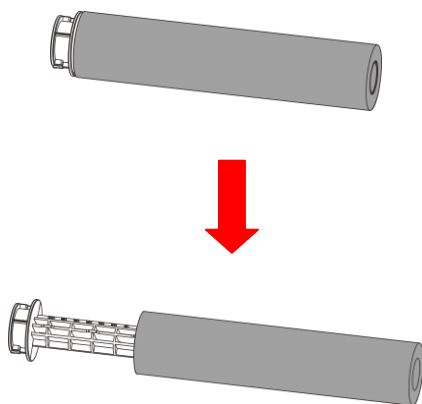

图 8-6
2. 取下供应端与回收端的碳带卷，由机身右侧（图 8-6）取出碳带。